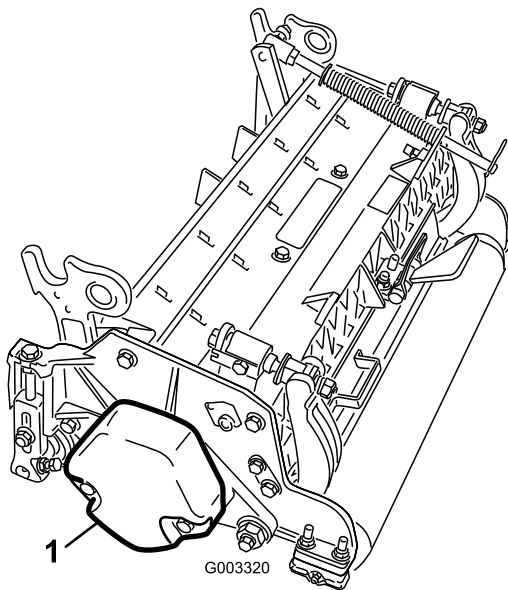

図 15
1. 2番、4番、6番カッティングユニットでは、カウンタ・ウェイトをカッティングユニットの左側に固定しているキャップスクリュー(2本)を取る。カウンタ・ウェイトを取り外す（図 15）。